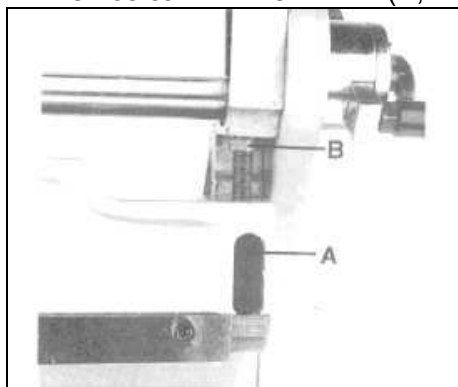

Рис. 5
6. Затяните все зажимные винты (А, Рис.5).
1. Немного ослабьте фиксирующие винты (А, Рис.5).
2. Поверните регулировочные гайки гибочной шины (В, Рис. 5), расположенные с каждой стороны шины, пока тестовый изгиб не будет показывать 90° с каждой стороны шины.
3. Затяните фиксирующие винты (А, Рис. 5). Для специальных повторяющихся штамповок, гибочная шина может быть отрегулирована для перегиба на желаемый угол, т.к. металл имеет свойство расправляться.